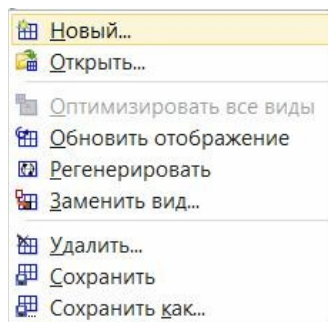

рис.105
- Для этого в системе NX существует команда «Вид \ Компоновка \ **Новый**» (рис.105).